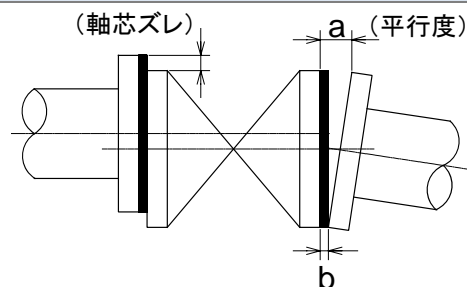

図 5.1-1
- 4) フランジ面の軸芯ズレと平行度を「表 5.1-1 軸芯ズレと平行度」の数値以下にします。(図 5.1-1)